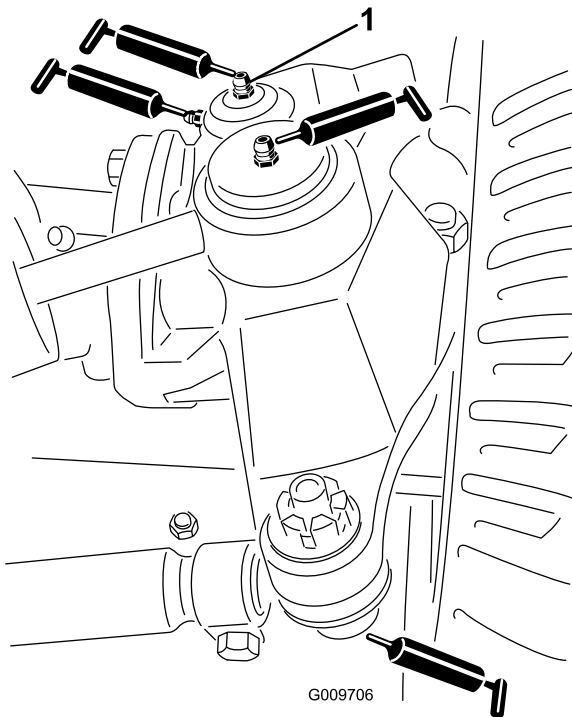

Figura 45
- Giunti sferici (2) del cilindro di sterzo (Figura 45)
- Giunti a sfera (2) del tirante (Figura 45)
- Boccole (2) sul perno del fuso a snodo (Figura 45). **Il raccordo superiore sul perno del fuso a snodo richiede soltanto una lubrificazione annuale (2 pompate).**